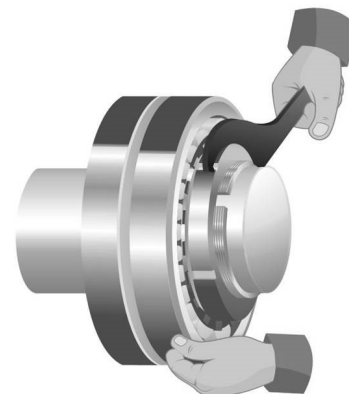

Fig. 3
2. Apriete la tuerca de seguridad con los tornillos de montaje, a mano o con una llave inglesa (Fig. 3), hasta que la cara de la tuerca quede ajustada contra el anillo interior del rodamiento. Este es el punto de partida para comenzar el ajuste del cojinete en el adaptador usando los tornillos de montaje. Para cojinetes en ejes de 6" (150 mm) de diámetro, o mayores, se hace muy difícil apretar la tuerca de seguridad usando solamente la llave y un martillo. La tuerca de fijación con los tornillos de montaje va a simplificar esta tarea. La presión de los tornillos va a empujar el cojinete ligeramente sobre el adaptador cónico, creando un ajuste de fricción contra el eje. El cojinete se moverá axialmente 0.025" (para un cojinete con un diámetro interior de 3") a aprox. 0.060" (para un cojinete con un diámetro interior de 10"). El movimiento axial del cojinete puede ser un poco mayor si la tuerca de seguridad no estaba bien ajustada contra el cojinete desde un principio. Anticipe el movimiento axial cuando determine el centro del cojinete.